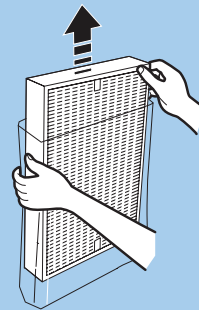

Fig. 15
- 3 Remove the plastic wrap from the new HEPA Filter (Fig. 15).
- 3 Retirer l'emballage en plastique du filtre HEPA neuf (Fig. 15).
- 3 Retire la envoltura plástica del filtro HEPA nuevo (Fig. 15).